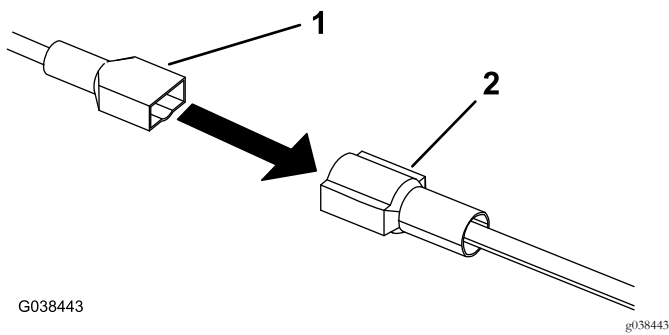

Figura 13
3. Conecte el terminal plano a 1 de los cables rojos libres del bloque de fusibles (Figura 13).